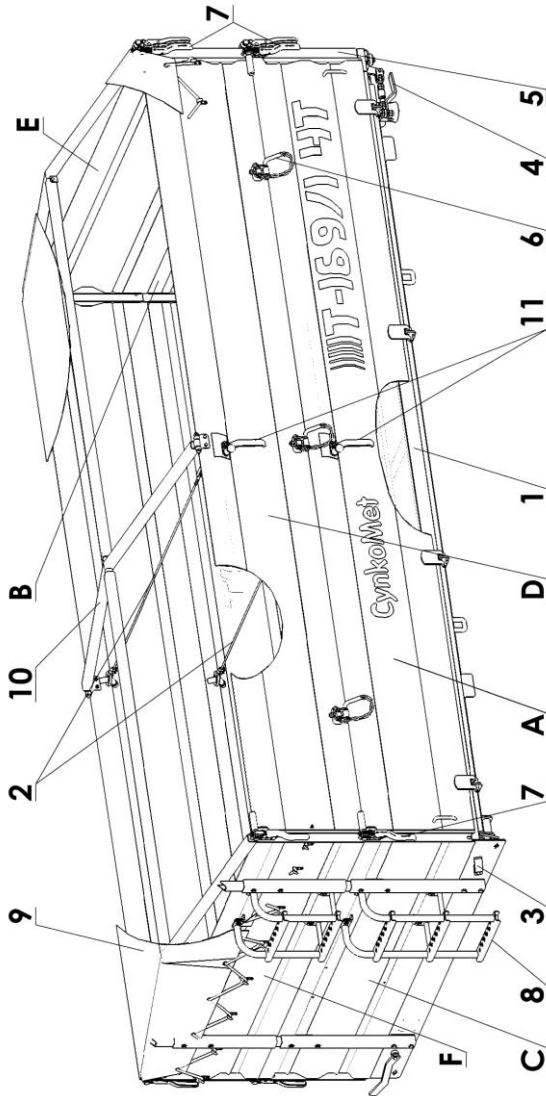

Abbildung 6. Das Fahrgestell des Anhängers.
Der Ladekasten des Anhängers (Abb. 6) besteht aus dem Oberrahmen (1), mit angeschweißtem Stahlboden, den Wänden A, B, C und den Aufsatzwänden D, E, F (die Aufsatzwände gehören nicht zur Standardausstattung des Anhängers).